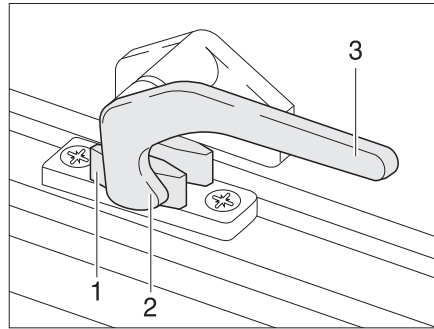

Fig. 70 Leva di serraggio in posizione "Chiuso"
- Ruotare la leva di serraggio (Fig. 70,3) di un quarto di giro verso il centro della finestra.
- Ruotare la leva di serraggio (Fig. 70,3) di un quarto di giro verso il telaio della finestra. Il nasello di chiusura (Fig. 70,2) si trova sul lato interno della chiusura della finestra (Fig. 70,1).
- In posizione "Completamente chiusa" (Fig. 70).